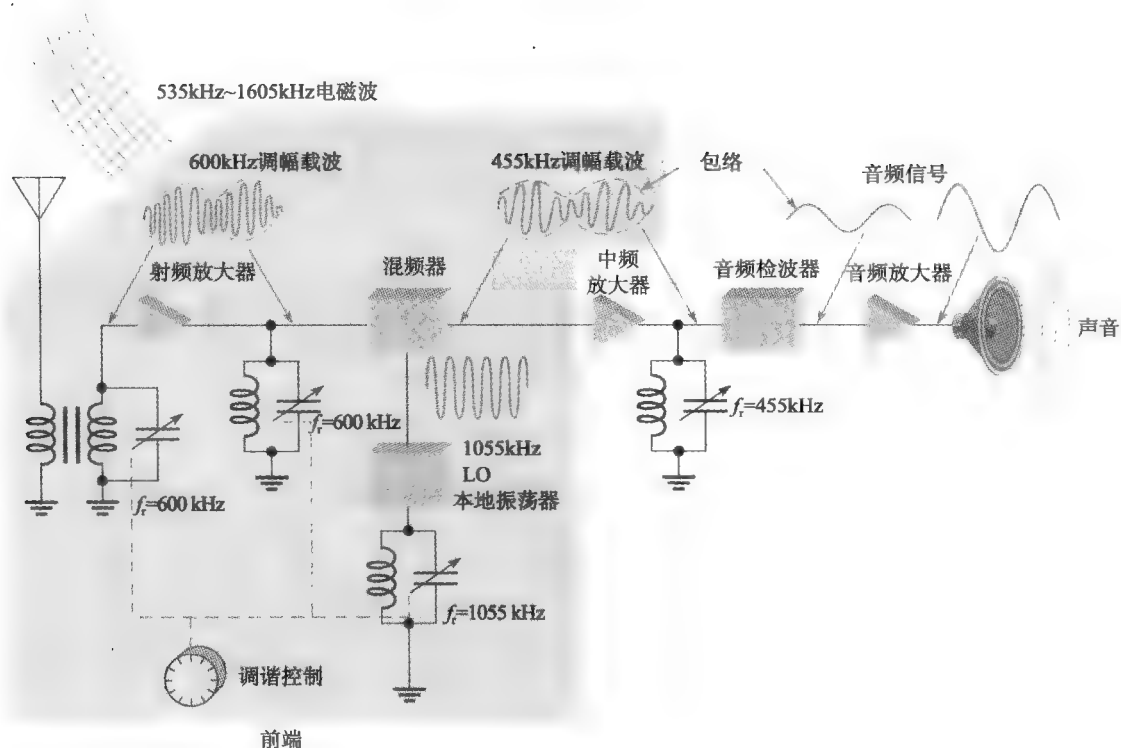

图 13-64 说明调谐谐振电路应用的超外差调幅无线广播接收机简化图
谐振电路应用的另一个例子是常用的AM(调幅)接收机,调幅广播的频带范围从550kHz到1605kHz,在此范围内每个调幅电台分配10kHz的带宽^①,调谐电路设计成只允许希望的电台信号通过,而抑制其他电台的信号。为了抑制调谐以外的电台信号,调谐电路必须具有选择性,仅通过10kHz带宽内信号而抑制所有其他信号。选择性并非越高越好,如果带宽太窄,一些较高频率的调制信号将被抑制,导致保真度损失。理想情况下,谐振电路必须抑制不在希望通带内的信号。超外差调幅接收机的简化图如图13-64所示。